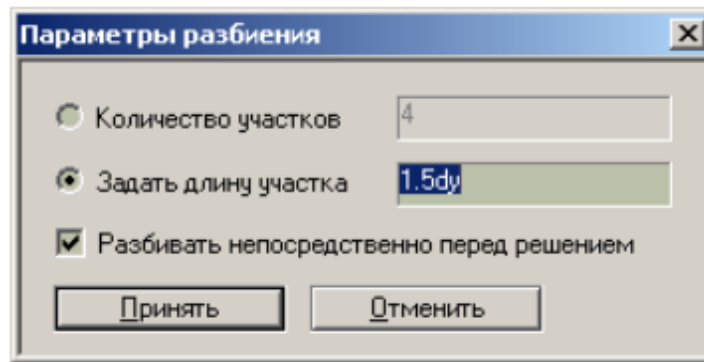

Рис. 5.8.2. Диалоговое окно параметров разбиения
3. В появившемся диалоговом окне (рис. 5.8.2) необходимо задать параметры разбиения.